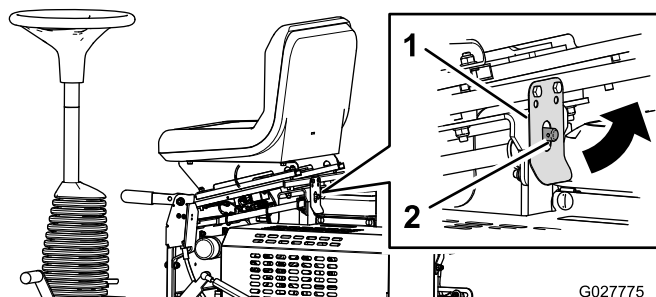

Рисунок 33
2. Оттяните защелку сиденья и наклоните сиденье вперед (**Рисунок 33**).